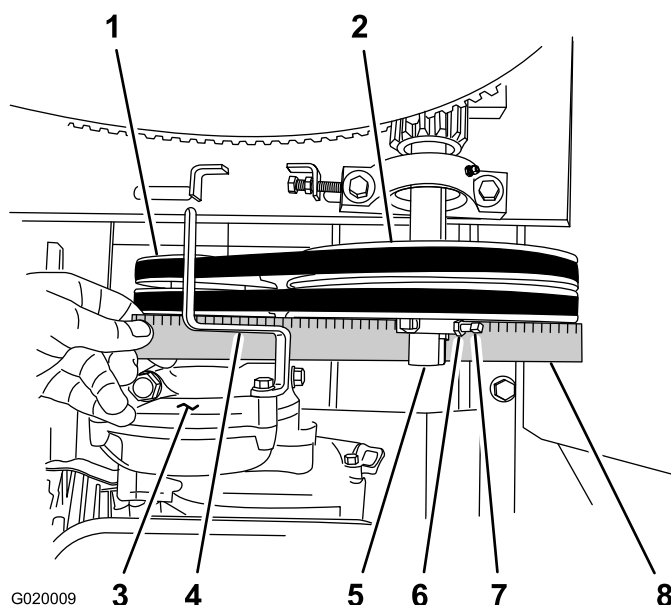

Figure 56
- D. Placez une règle droite en travers de la poulie de moteur et de la poulie de tension (Figure 56).
- E. Au besoin, faites pivoter le moteur sur le plancher moteur jusqu'à ce que la poulie de moteur et la poulie de tension soient alignées sur la règle droite (Figure 56).